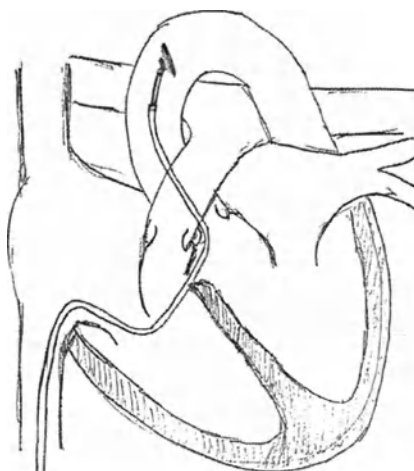
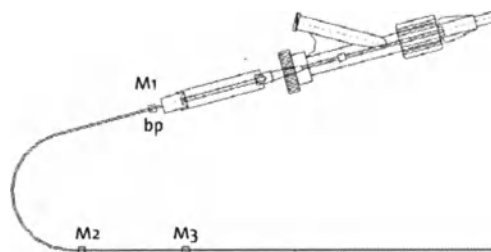
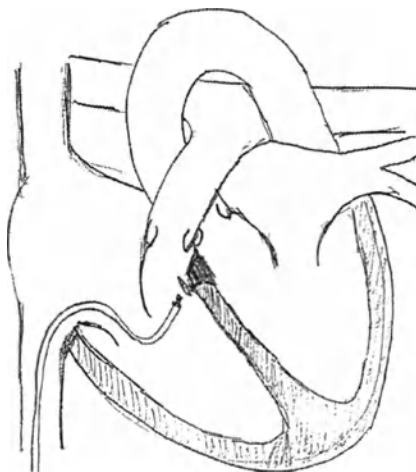
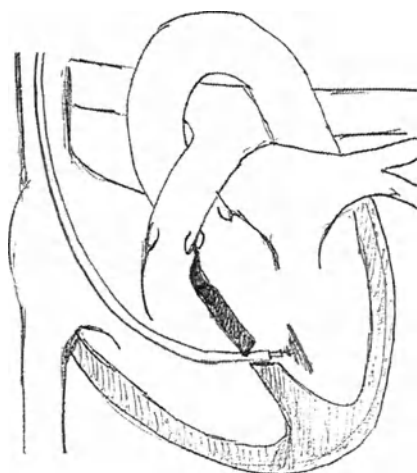

Рис. 10: Расположение катушки
Рис. 11: Маркеры (M1 - M3) на системе доставки
Рис. 13: Высвобождение катушки
Рис. 14: Конечное расположение катушки
- (Рис. 10) Медленно продвигайте имплантационный катетер и установленную катушку от трансвенозного доступа в проводниковый катетер и восходящую часть аорты под флюороскопическим контролем.
- (Рис. 10) Под флюороскопическим и эхокардиографическим (ТПЕ или ТТЕ) контролем выталкивайте катушку Nit-Occlud L[®] VSD из имплантационного катетера, используя металлическую канюлю и устройства для управления одной рукой, до тех пор, пока четыре витка катушки не окажутся снаружи. Дальнейший контроль количества высвобождаемых витков катушки происходит с помощью маркировки (рис. 11). Для этой цели осторожно продвигайте устройство для введения одной рукой до тех пор, пока она не покинет клапан Y-образного коннектора. Входная точка продвижения катушки также является начальной точкой (bp) для маркеров (M1 - M3) в системе доставки. Если маркировка M1 в начальной точке (bp), это означает, что были высвобождены 4 витка катушки.
- Повторно проверьте положение катушки и размер еще раз. Если свободные витки катушки хорошо встроены в ДМЖП, выдвиньте проксимальные витки из имплантационного катетера таким образом, чтобы они могли разместиться напротив дефекта с правой стороны желудочка. Приемы для высвобождения должны быть выполнены следующим образом: медленно переместить имплантационный катетер из левого желудочка в правый, одновременно высвобождая оставшиеся 1 - 2 витка катушки. Под флюороскопическим контролем и при использовании маркеров (Рис. 11) будет возможно проверить, были ли высвобождены все витки. Очень важно убедиться в том, что наконечник проводникового катетера остается рядом с правой стороной желудочкового отверстия ДМЖП во время проведения вышеописанного приема, для того чтобы избежать любого вмешательства или запутывания катушки, связанных с трикуспидальным клапаном.
- (Рис. 13) Затем оттяните ползунковый регулятор синего цвета под контролем флюороскопии, до тех пор пока катушка не отделится от системы доставки.
Подготовка по существу такая же, как и при перимембранозном ДМЖП. Иногда может быть возможным исследование дефекта со стороны правого желудочка, но часто необходимо будет помещать артериовенозный направляющий проводник обычного типа. Для закрытия мышечного ДМЖП наконечники, как имплантационного катетера, так и проводникового катетера размещаются непосредственно на межжелудочковой перегородке со стороны левого желудочка. Имплантационный катетер должен выступать приблизительно на 3 - 5 мм. Высвобождение катушки должно быть выполнено на расстоянии от митрального клапана и сосочковых мышц или хорд. Под флюороскопическим контролем, вытолкните катушку Nit-Occlud Lē VSD из имплантационного катетера, используя металлическую канюлю, до двух последних проксимальных витков, эта процедура должна проходить с помощью устройства для управления одной рукой. Дальнейший контроль количества высвобожденных витков катушки происходит с помощью маркировки (Рис. 11). Если маркировка M2 в начальной точке (br), это означает, что были высвобождены все витки катушки, кроме двух.. Затем оттяните всю систему (проводниковый и имплантационный катетеры) обратно, чтобы катушка могла принять необходимую для закрытия дефекта форму (Рис. 13). Медленно извлеките имплантационный катетер из левого желудочка в правый, одновременно высвобождая оставшиеся 1-2 витка катушки. Под флюороскопическим контролем и при использовании маркеров (рис. 11) будет возможно проверить, были ли высвобождены все витки (рис. 14/15).
⑥ Конечное расположение катушки